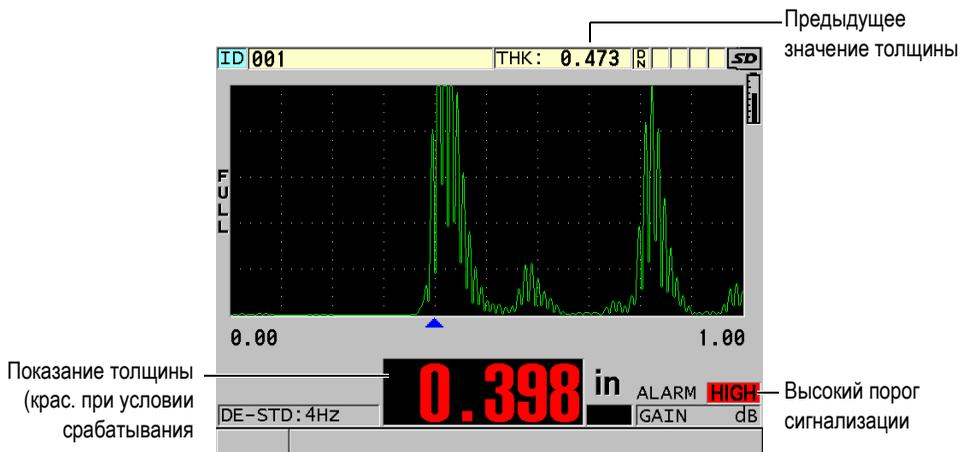

Рис. 8-4 Высокий порог сигнализации (HIGH)
- Высокий (**HIGH**) или низкий (**LOW**) индикатор сигнализации загорается на красном фоне в нижнем правом углу экрана измерений (см. Рис. 8-4 на стр. 136).